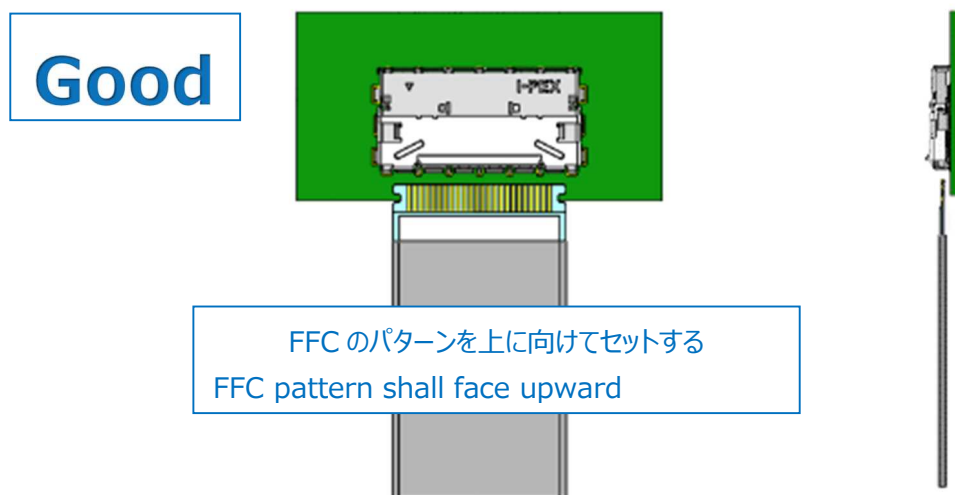

図. 2-1 FFC 挿入方法 1 / Fig.2-1 FFC inserting method 1
- ① 図 2-1 の様に、FFC のパターンを上に向けて挿入間口に対し水平にセットする。
Place FFC pattern upward and set it horizontally against PCB as shown in Fig.2-1.